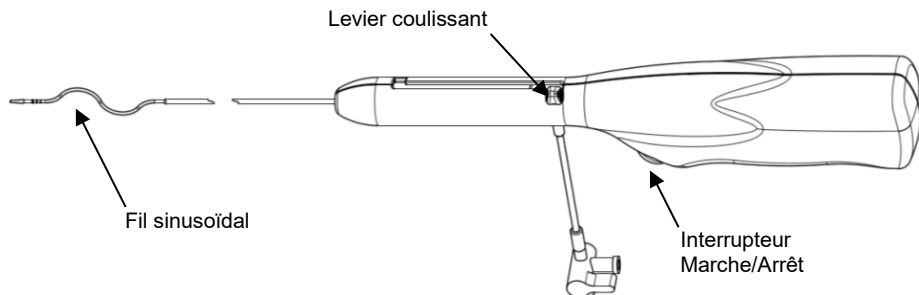

Figure 2
2. Extraire le système de thrombectomie rotationnelle CLEANER 15™ de son emballage. Appuyer sur l'interrupteur MARCHÉ/ARRÊT pour vérifier que le fil sinusoidal tourne librement (voir la Figure 2). Relâcher l'interrupteur pour arrêter la rotation. **Précaution : ne pas utiliser le dispositif s'il ne se met pas en marche immédiatement après avoir appuyé sur l'interrupteur, ou s'il ne s'arrête pas immédiatement lorsque l'interrupteur est relâché.**
2. Extraire le système de thrombectomie rotationnelle CLEANER 15™ de son emballage. Appuyer sur l'interrupteur MARCHE/ARRÊT pour vérifier que le fil sinusoïdal tourne librement (voir la Figure 2). Relâcher l'interrupteur pour arrêter la rotation. **Précaution : ne pas utiliser le dispositif s'il ne se met pas en marche immédiatement après avoir appuyé sur l'interrupteur, ou s'il ne s'arrête pas immédiatement lorsque l'interrupteur est relâché.**